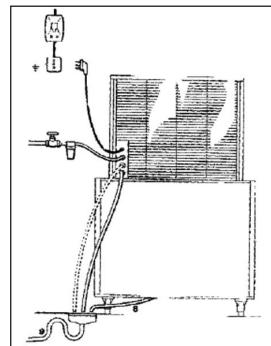

Fig. 6.
d) Placer l'ensemble tête de production et bac de stockage à sa position définitive en s'assurant qu'il est parfaitement de niveau (utiliser un niveau à bulle) pour garantir une distribution uniforme de l'eau sur l'évaporateur et un démolage régulier des glaçons de la plaque (Fig 6). Des vérins réglables en hauteur sont fournis avec le bac de stockage pour faciliter cette mise de niveau ainsi que le nettoyage éventuel du sol.